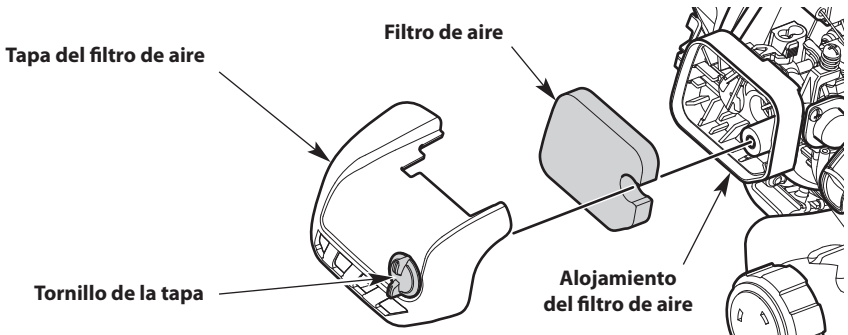

Fig. 20
1. Abra la tapa del filtro de aire para lo cual debe aflojar el tornillo de la tapa (Fig. 20).
2. Extraiga el filtro de aire de su alojamiento (Fig. 20).
6. Vuelva a instalar el filtro de aire en su alojamiento (Fig. 20).